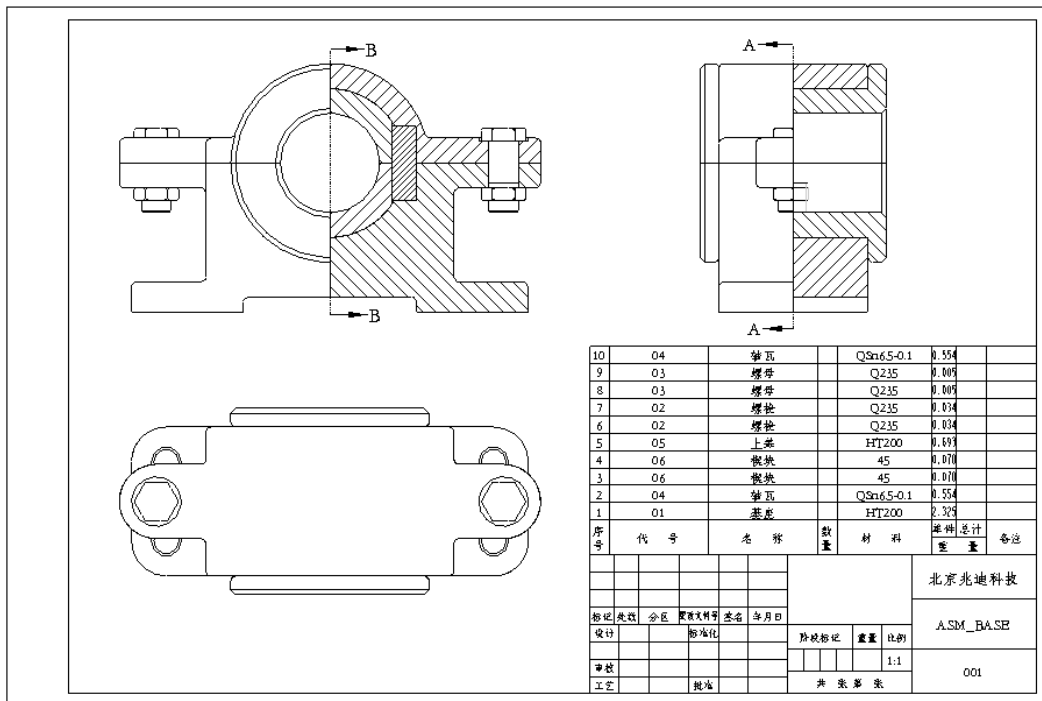

图 8.3.1 工程图
下面以创建图 8.3.1 所示的工程图为例，说明调用标题栏的操作过程。
Step5. 插入零件视图并调整位置，使其达到满意效果。插入视图结果如图 8.3.1 所示。